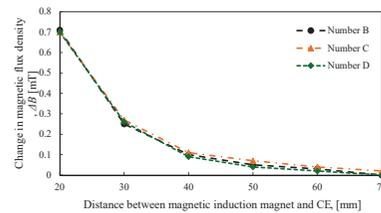

図7 N40に設置した磁気センサの実測結果
- ・図7より、最大で**70 mm**の距離の位置推定が可能